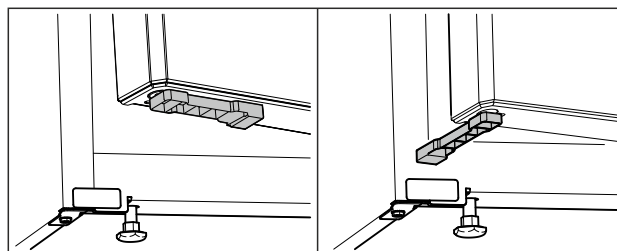

Fig. 61 *
- ▶ Поверните упор для двери на 90°. (см. Fig. 61) *